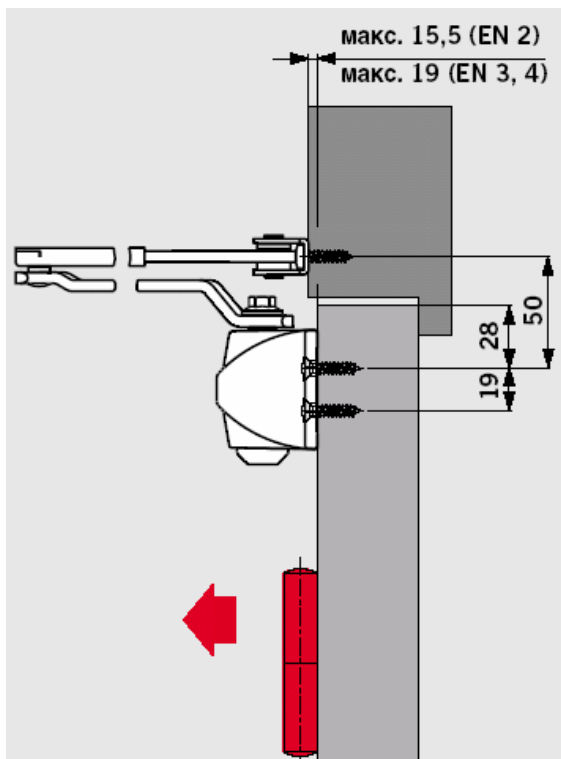

Рис. 11
- Взаимное расположение поверхностей дверной коробки и дверного полотна должно находиться в пределах указанных на рис. 11 и 12.